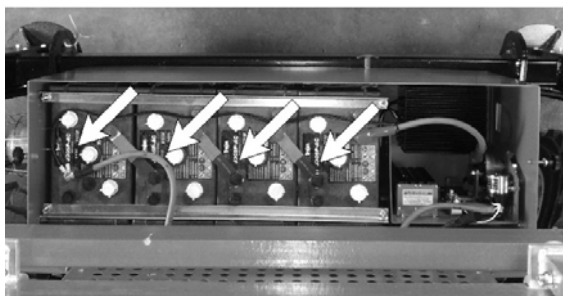

Fig. 11.5 - Batterier DC elmotor
Det finns två (2) Batterifrånskiljare monterade i utrymmet för styrning (se Fig. 11.5).
Lossa skruvarna i änden på utrymmet för att ta bort locket och komma åt batterierna (se Fig. 11.5).